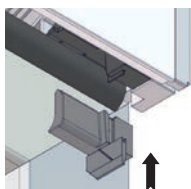

Bild 16
Schritt 4: Bringen Sie die Einlaufrichter an beiden Seiten an und rasten diese in den Rollladenkasten ein (Bild 16 - 17).